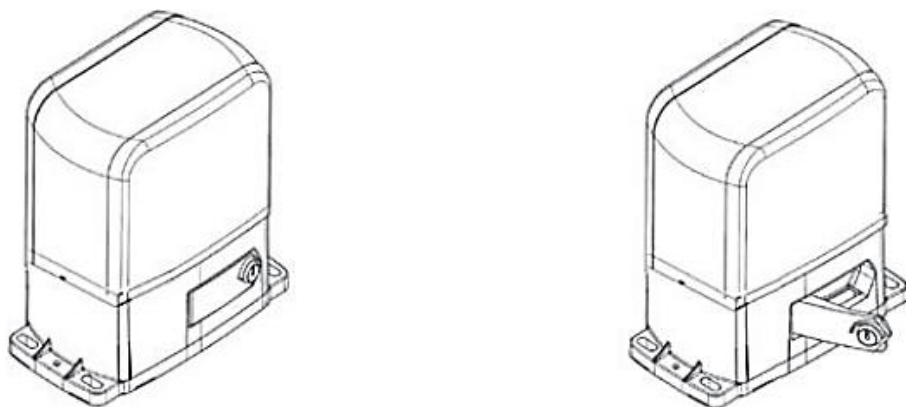

Рис. 7
- не вынимая ключ, потяните рычаг разблокировки на себя (Рис. 7);